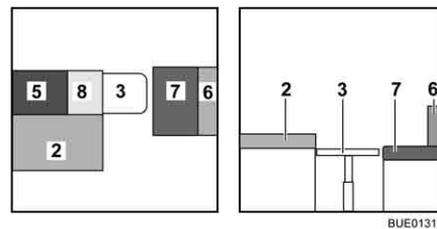

Fig. 131 Pendant la transformation
- Placer le coussin supplémentaire (Fig. 131,8) sur la table.
- Placer le coussin d'assise (Fig. 131,7) au centre.
- Placer le coussin de dossier (Fig. 131,6) entre le coussin d'assise et la cloison.